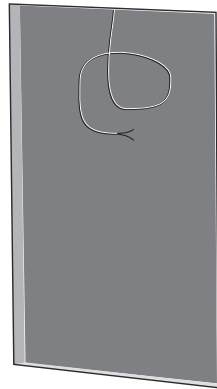

图 3. 带有扬声器电缆的石膏板切口
3. 将扬声器线连接到该位置 (图 3)。留出足够的时间来建立连接。系紧扬声器电缆, 以防止其在运行中移动和嘎嘎作响。确保扬声器电缆没有与可能损坏电气绝缘的钉子或螺丝接触。